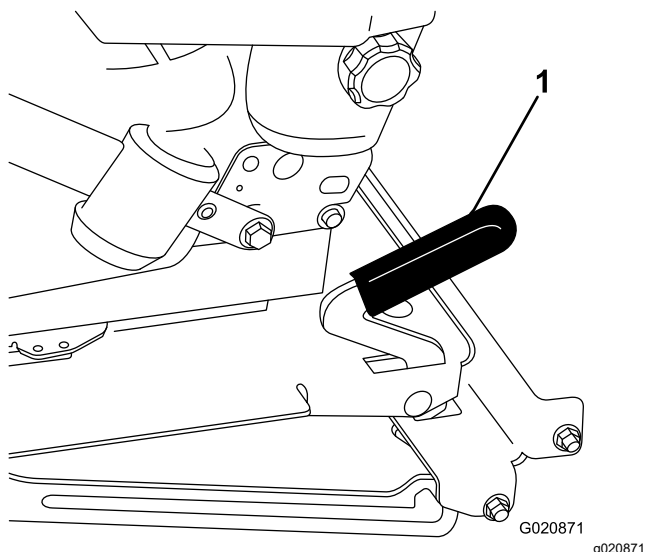

Figure 17
2. Tirez le levier de blocage en avant et soulevez-le pour débloquer le siège (Figure 17).